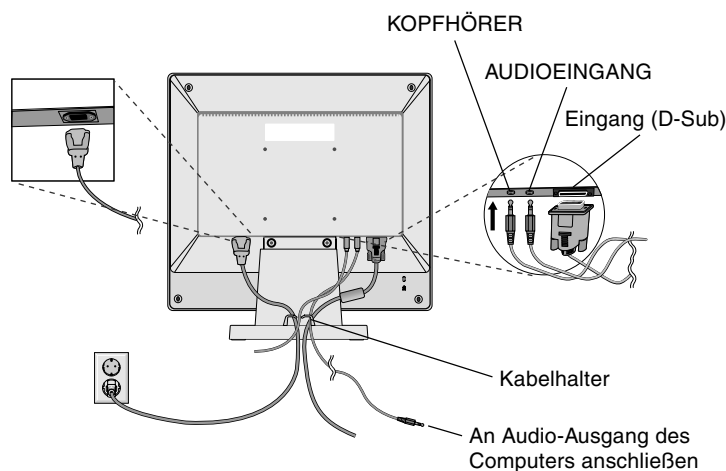

Abbildung B.1
3. Stecken Sie den Mini-D-SUB-Stecker (15 Stifte) des Signalkabels, das Audiokabel und den Kopfhörer (nicht mitgeliefert) in die entsprechende Buchse auf der Rückseite des Monitors (**Abbildung B.1**).
4. Stecken Sie ein Ende des Netzkabels in den Monitor und das andere Ende in die Steckdose. Führen Sie das Signalkabel, Kopfhörerkabel (nicht mitgeliefert) und Netzkabel durch den Kabelhalter (**Abbildung B.1**).